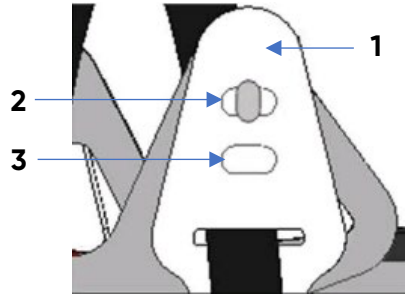

Fig. 2
Il y a deux niveaux de réglage de la hauteur du port (Fig.2). Après avoir placé le casque sur la tête, il faut s'assurer que la coiffe est bien adaptée à la hauteur de la tête. Les attaches de la sangle (1) se trouvent normalement dans la position peu profonde (2). Pour modifier la hauteur du port, il faut fixer quatre attaches de la sangle dans la position profonde (3).